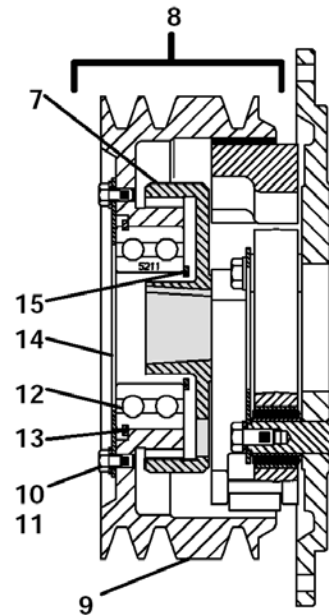

Рисунок 4-10. Муфта В Сборе
- i. Удалите 6 болтов 5/16-18 из ротора (Поз. 10, Рисунок 4-10).